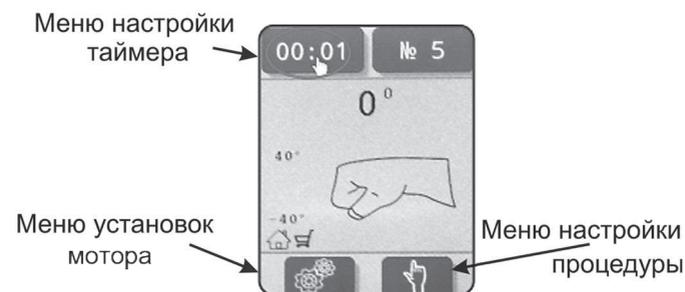

Рисунок 5.4 – Дисплей режима готовности
5.2 Дисплей режима готовности (см. рис. 5.4):
1. Подключите вилку сетевого кабеля (7) в розетку переменного тока 220В 50Гц с заземляющим контактом.
2. Включите Apparat с помощью выключателя «СЕТЬ» (6). После включения Apparata слышен звуковой сигнал, на дисплее появляется логотип производителя.
3. По окончании загрузки на дисплее отображается дисплей режима готовности (см. рис. 5.4).
После однократного нажатия любой кнопки Apparat перейдет в режим «Пауза», о чем сообщит мигающая в зоне В пульта управления иконка . В данном режиме дисплей переходит в состояние и выбор меню (см. рис. 5.4): иконки панели становятся активными и появляется возможность оперативно изменить (скорректировать) режим работы аппарата.